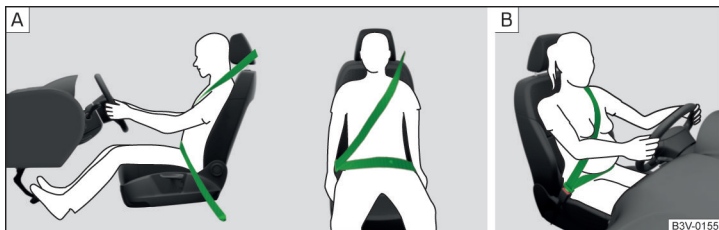

Fig. 4 Așezarea centurii diagonale și transversale/Așezarea centurii de siguranță la femeile însărcinate
**Partea de umăr a centurii** trebuie să treacă aproximativ peste mijlocul umărului (în nici un caz peste gât) și să se așeze bine pe torace » fig. 4 - A.
**Partea din dreptul bazinului** trebuie să aibă întotdeauna un contact ferm cu bazinul (nu are voie să treacă peste burtă) » fig. 4 - A.
La **femeile gravide**, partea de centură care protejează bazinul se așază cât mai jos posibil, astfel încât să nu apese pe abdomen » fig. 4 - B.